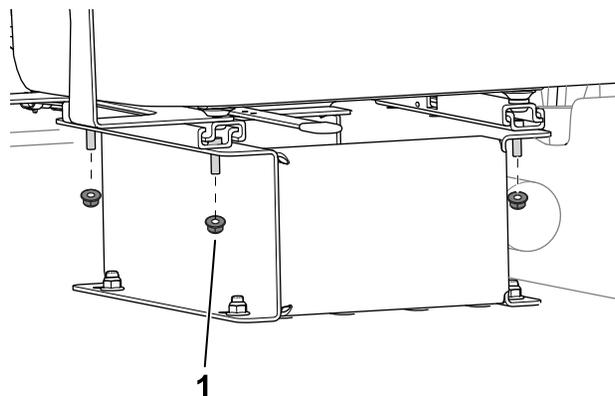

図 12
1. 運転席をベースに固定しているナットを取り外す図 12。